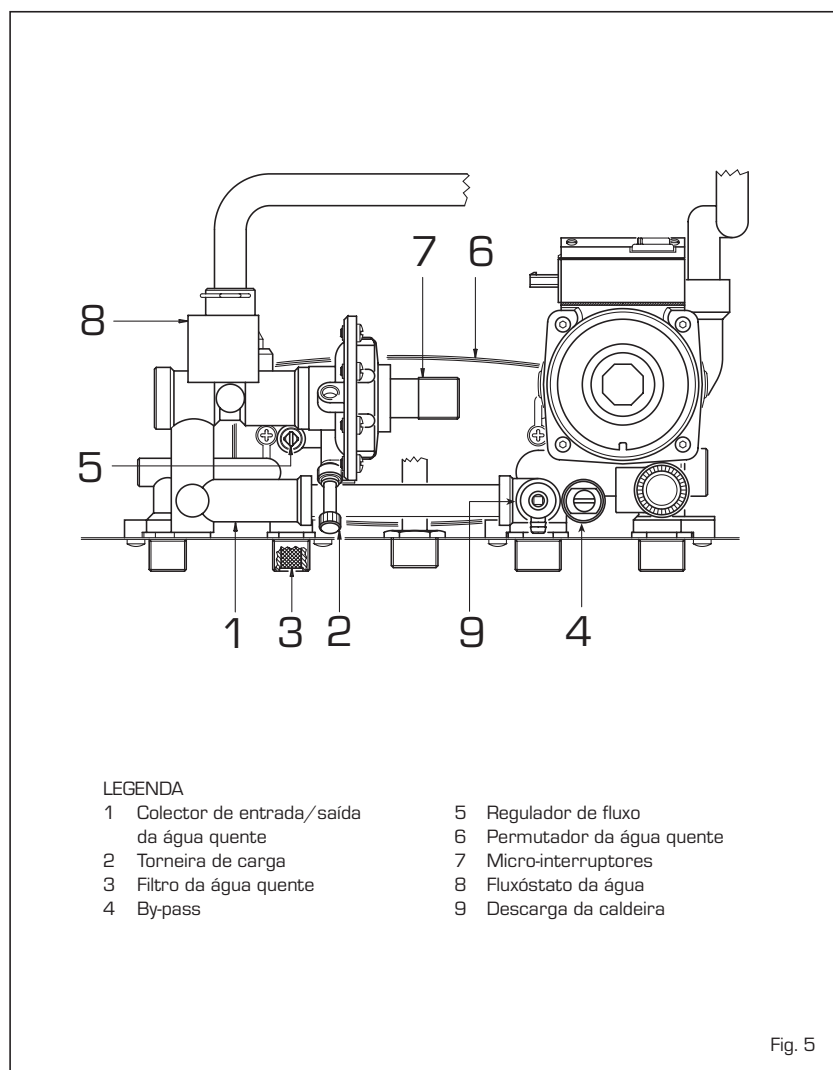

Fig. 5
2.5 ENCHIMENTO DO APARELHO (fig. 5)
2.5.1 Esvaziamento do equipamento (fig. 5)